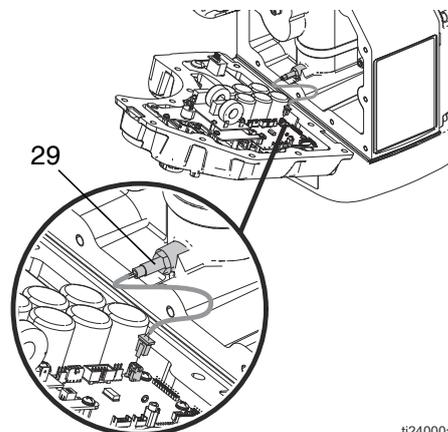

FIG. 20: Filo di posizione della corsa
- Filo del sensore di posizione della corsa (29). Vedere FIG. 20 a pagina 17.